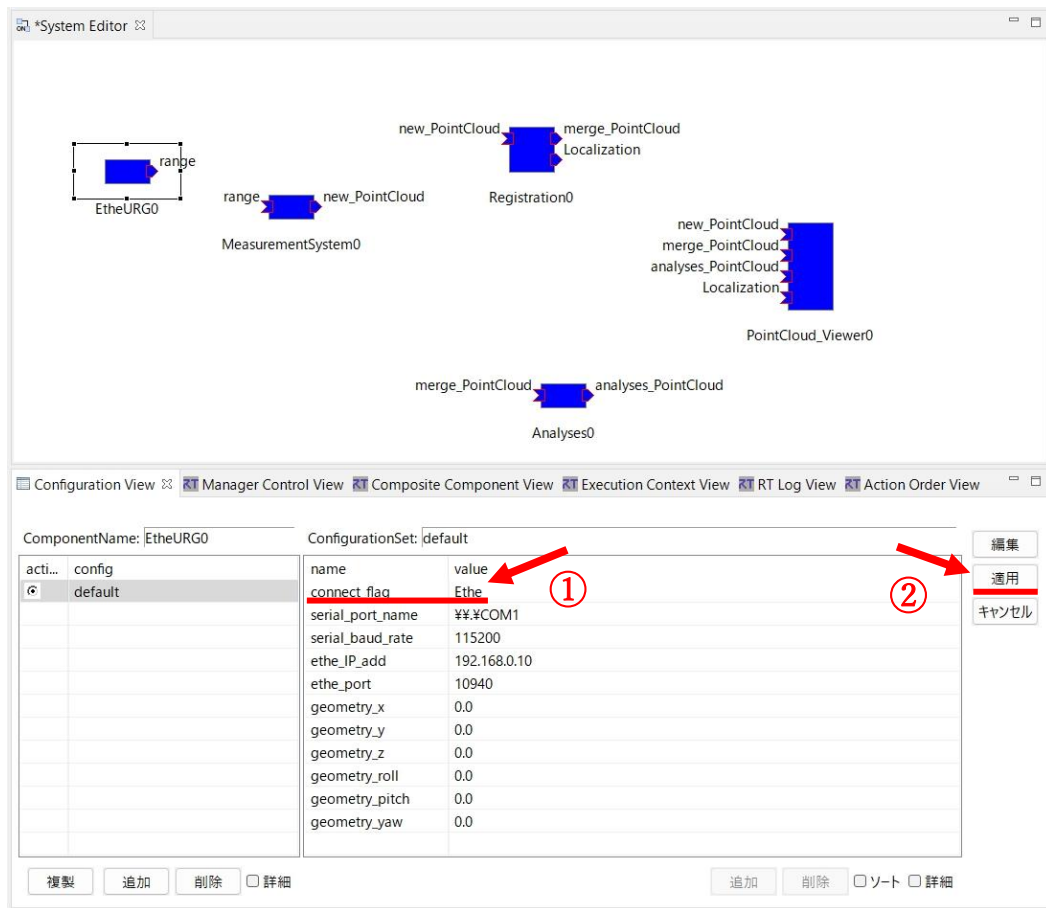
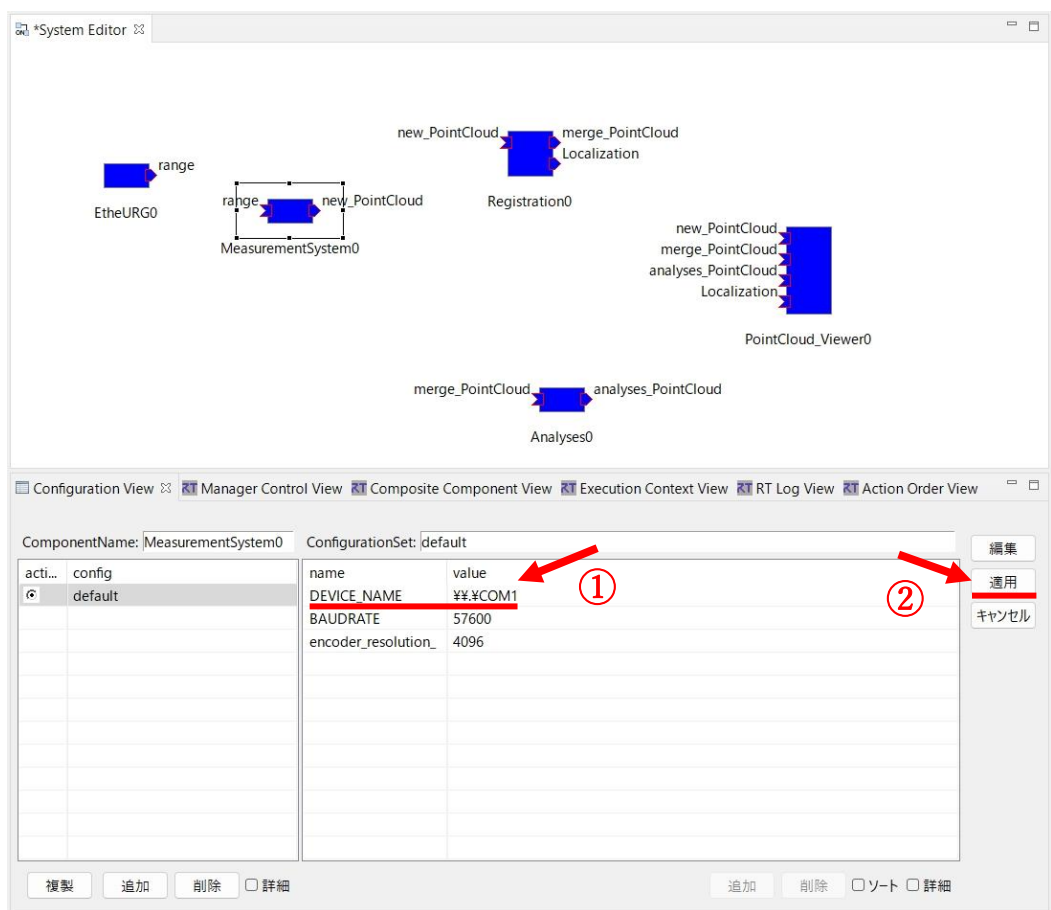

図 31 "EtheURG0" の Configuration ポート変更画面
図 32 "MeasurementSystem0" の Configuration ポート変更画面
- ⑪ 図 31 および図 32 のように[System Editor]上で，[EtheURG0]と[MeasurementSystem0]，[PointCloud\_Viewer0]は画面中央下部の[Configuration View]で Configuration ポートのデータを変更できる．基本的に変更しないが，「3.3 開発した RTC の概要」の各項目を参考に[EtheURG0]と[MeasurementSystem0]において，使用するデバイスに対する適切な接続方法にポート名等を変更する必要がある．